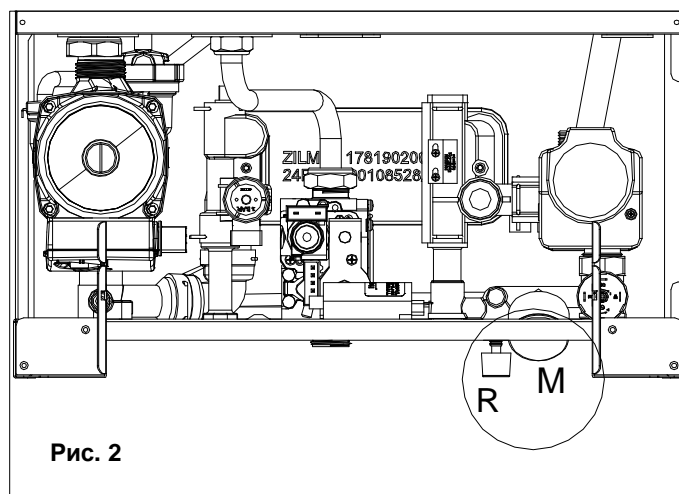
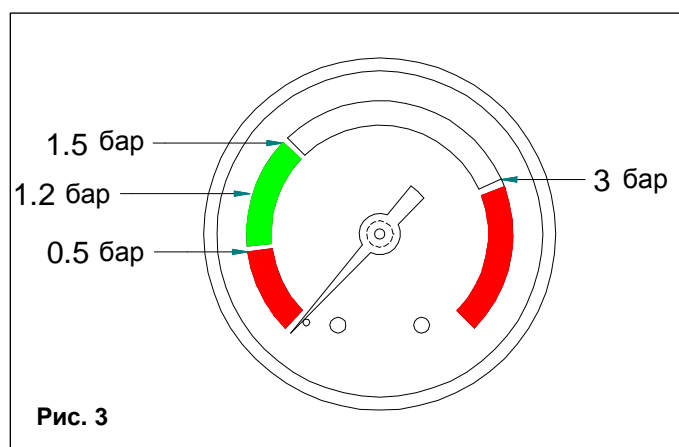

Рис. 2
Рис. 3
- Откройте кран подпитки R (рис. 2).
- С помощью манометра M (рис. 2) убедитесь в том, что давление в системе достигает половины зеленого сектора (1,2 бар, см. рис. 3), и что на дисплее панели управления не отображается код H2O.